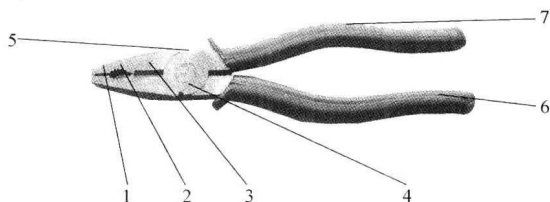

图 1-8 电工钢丝钳的结构与用途
(1) 电工钢丝钳的结构与用途。电工钢丝钳由钳头和钳柄两部分组成。钳头由钳口、齿口、刀口和侧口四部分组成。其用途很多，钳口用来弯绞和钳夹导线线头；齿口用来剪切或剖削软导线绝缘层；侧口用来侧切导线线芯、钢丝或铅丝等较硬金属丝。其结构及用途如图 1-8 所示。
(2) 电工钢丝钳的使用。